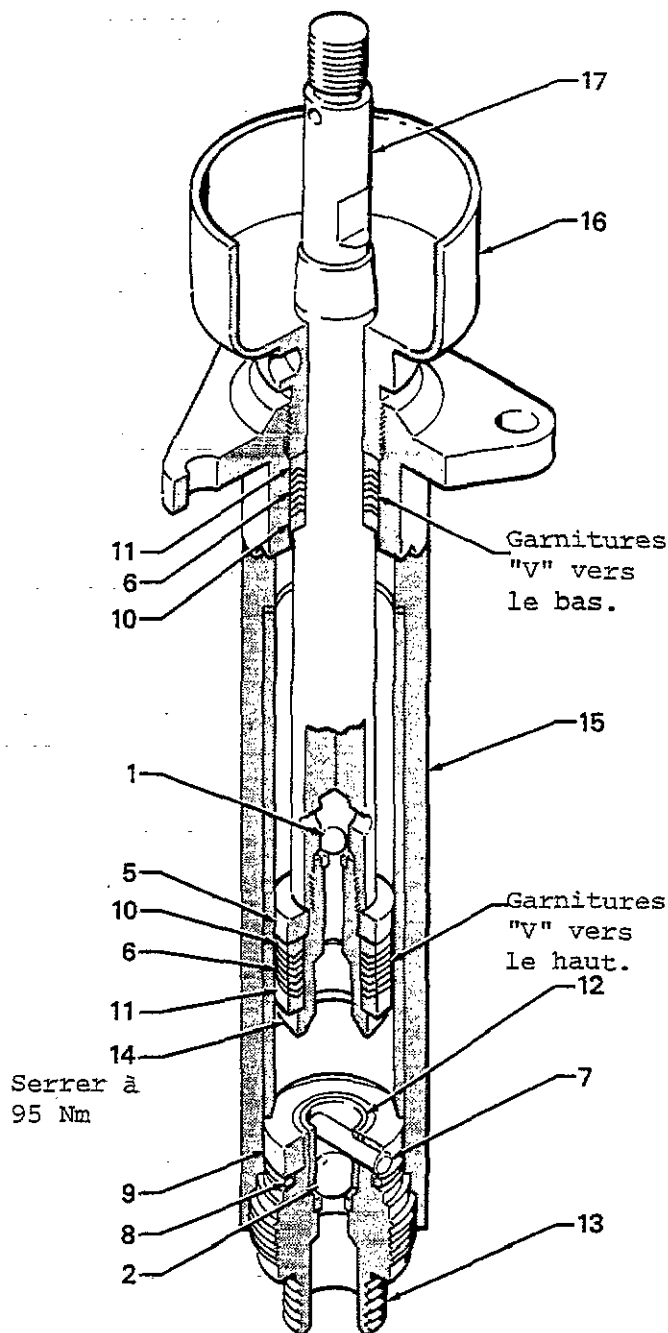

Fig 3
Voir Fig 3. Retirer la goupille (7) la bille (2), le guide de bille (12), l'arrêt (9) et le joint torique (8). Nettoyer parfaitement toutes les pièces, puis contrôler leur état en remplaçant celles qui l'exigent. Vérifier l'état du siège dans le corps et si toutefois il semble écaillé ou usé, remplacer le corps du clapet de pied (13).
Lorsque l'on ré-assemble le piston, veiller à ce que l'ordre dans lequel sont montés les chapeaux et les garnitures soit respecté. Voir Fig 3. Le "V" des garnitures doit être dirigé vers le haut.